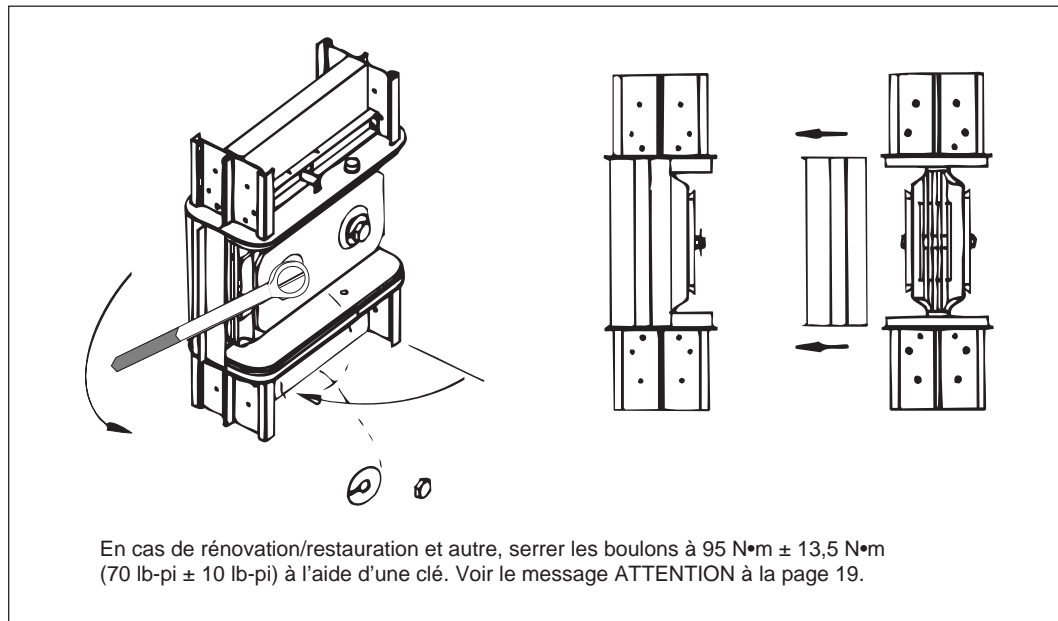

Figure 21
3. Serrer les boulons de la jonction de la canalisation préfabriquée (figure 21).